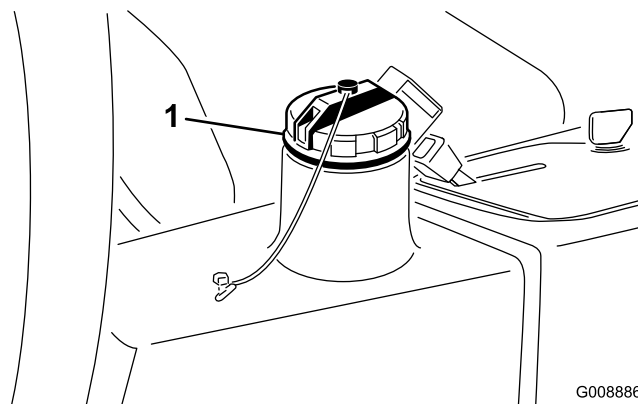

Figura 25
2. Limpe a zona em redor do tubo de enchimento e da tampa do depósito hidráulico (Figura 25). Retire a tampa.